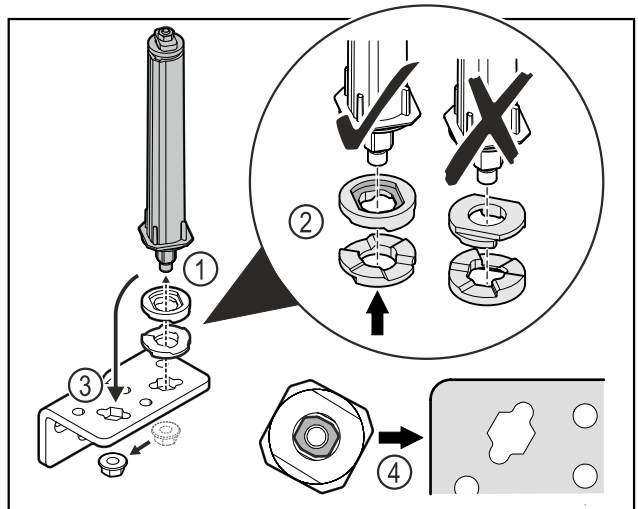

Fig. 28
- ▶ Mutter lösen und Türschließsystem entfernen Fig. 28 (1).
- ▶ Auf die korrekte Ausrichtung der Höhenverstelleisen achten Fig. 28 (2).
- ▶ Türschließsystem im Scharnierwinkel umsetzen und mit der Mutter fixieren Fig. 28 (3).
- ▶ Beim Einsetzen auf die korrekte Ausrichtung des Türschließsystems achten Fig. 28 (4).